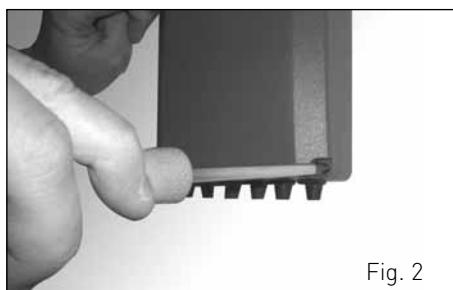

Fig. 2
- tire a tampa da central desparafusando os quatro parafusos dianteiros (fig. 2)